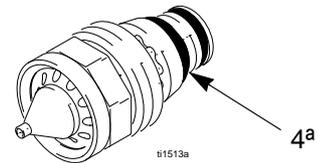

Fig. 19. Junta tórica conductora de la boquilla
5. Compruebe que los contactos metálicos (C) del cañón, del anillo de contacto de la boquilla (4a, Fig. 19), y los contactos del electrodo (E) están limpios y no han sufrido daños.